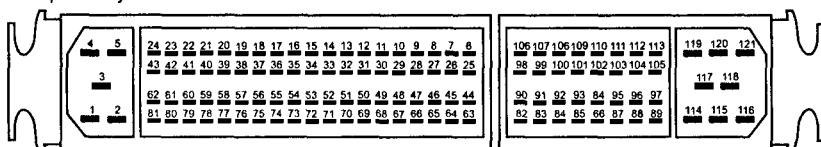

Рис. 1.7.5. Контрольные осциллограммы и разъем ECM «Bosch EDC 15P»
На рис. 1.7.5 приведены контрольные осциллограммы и разъем ECM «Bosch EDC 15P».
- контролируют соответствие формы сигнала осц. 5 на рис.1.7.5 (ток через обмотку форсунки при пуске или на холостом ходу работы двигателя). Необходимо учитывать, что с увеличением температуры максимальная сила тока может понижаться с 22 до 17...18 А.
Система самодиагностики контролирует время управления форсункой — время между первым ограничением силы тока и полным закрытием электромагнитного клапана (см. участок «А» осц. 5 на рис. 1.7.5). Кроме того, этой системой контролируются электрические соединения форсунок на обрыв и короткое замыкание на землю шины питания. Все обнаруженные ошибки фиксируются в памяти и могут быть считаны соответствующим сканером.